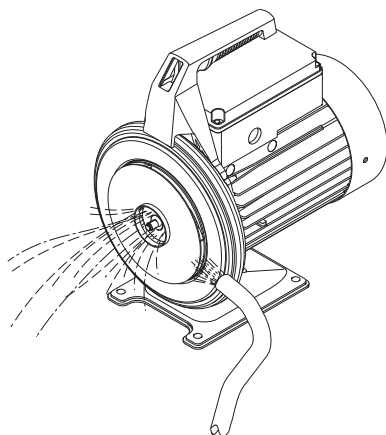

Fig. 7 Rengøring af løberen
3. Afmonter skrue (pos. 93) og spændebånd (pos. 92) som holder pumpekappe (pos. 16).
4. Vip pumpekappe (pos. 16) fri af mellemstykket med en skruetrækker og tag den af.
5. Træk ejektor (pos. 14) ud af pumpekappen.
7. Kontrollér om løber (pos. 49) er tilsmudset. Hvis dette er tilfældet, rens da løberen (på stedet) med en blød børste eller vandstråle. Se fig. 7. Fasthold motorvingen for at forhindre løberen og akslen i at rotere.